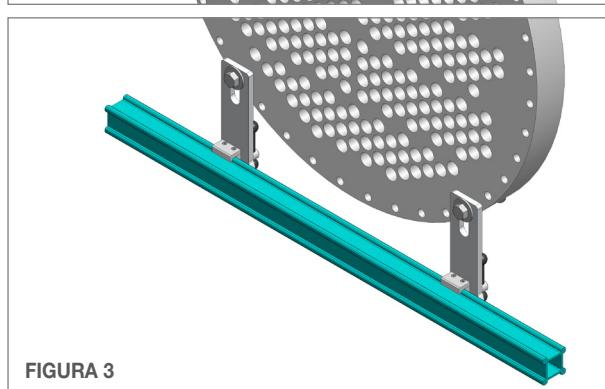

FIGURA 3
3. Encaixe o **Trilho Inferior (sem rasgos)** nos suportes inferiores. Não é imprescindível que este trilho esteja alinhado com a mesma precisão que o trilho superior, mas deve estar aproximadamente paralelo ao trilho superior para assegurar um melhor funcionamento. Aperte as garras de fixação do trilho aos suportes. Assegure-se de que os suportes inferiores estejam bem fixados ao flange do feixe de tubos. (**Figura 3**)